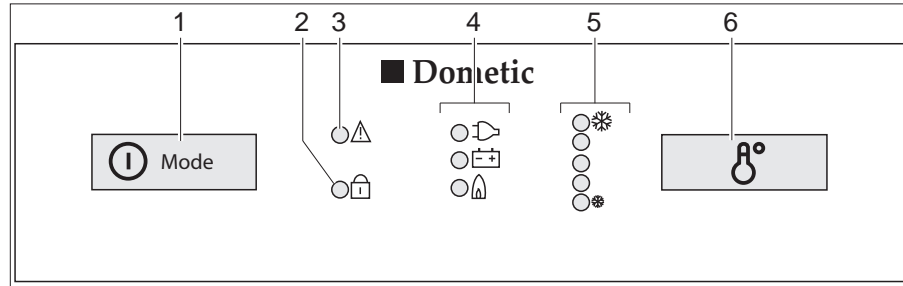

Fig. 226 Boutons de commande pour le réfrigérateur (Dometic Série 8 avec SMSE)
- Appuyer sur le commutateur/sélecteur de source d'énergie (Fig. 226,1) pendant 2 secondes pour mettre l'appareil en marche. La DEL du dernier mode de fonctionnement sélectionné s'allume.
- Si nécessaire, appuyer brièvement plusieurs fois sur le commutateur/sélecteur de source d'énergie (Fig. 226,1) jusqu'à ce que le voyant de contrôle gaz "  " s'allume. L'arrivée de gaz est ouverte. L'allumage s'effectue de manière automatique. Un tic-tac est distinctement perceptible jusqu'à ce que la procédure d'allumage soit effectuée avec succès.
- Régler la température de réfrigération avec l'interrupteur réglage de la température (Fig. 226,6).
- Si nécessaire, appuyer brièvement plusieurs fois sur le commutateur/sélecteur de source d'énergie (Fig. 226,1) jusqu'à ce que le voyant de contrôle 230 V "" s'allume.
- Si nécessaire, appuyer brièvement plusieurs fois sur le commutateur/sélecteur de source d'énergie (Fig. 226,1) jusqu'à ce que le voyant de contrôle 12 V "" s'allume.